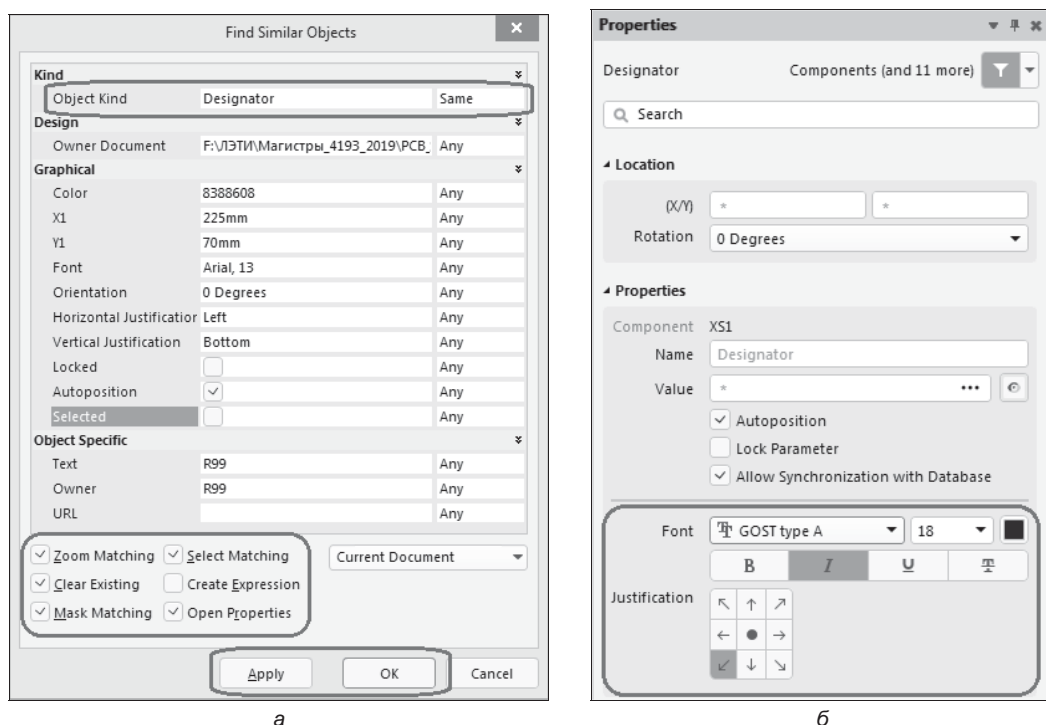

Рис. 7.27. Групповое редактирование текстовых строк:
По щелчку мыши при нажатой клавише <Ctrl> на имени любого из параметров, находящихся в списке, срабатывает гиперссылка, и панель **Properties** переключается в режим редактирования шрифта текстовой строки (см. рис. 7.27, б).
1. В активном схемном документе проекта указать курсором на позиционное обозначение любого компонента, щелчком правой кнопки мыши вызвать контекстное меню и выбрать команду **Find Similar Objects** — откроется одноименное диалоговое окно формирования группы объектов (рис. 7.27, а).
В результате открывается панель **Properties** (рис. 7.27, б). Если позиционные обозначения у разных компонентов схемы обозначены различными шрифтами, в поле **Font** стоит «обобщающий» символ \*.